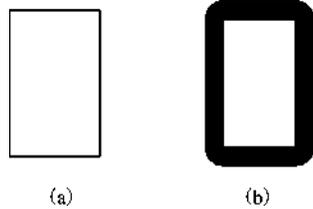

图 1-16 50 mm×80 mm 的矩形
**【实例 1-5】** 绘制如图 1-16 所示的两个矩形。图 1-16(a) 图为 50 mm×80 mm 的普通矩形，1-16(b) 图为 50 mm×80 mm 的矩形，其中线宽为 10 mm、四角圆角半径为 5 mm。
① 执行【矩形/REC】命令绘制图 1-16(a) 普通矩形，命令行提示：